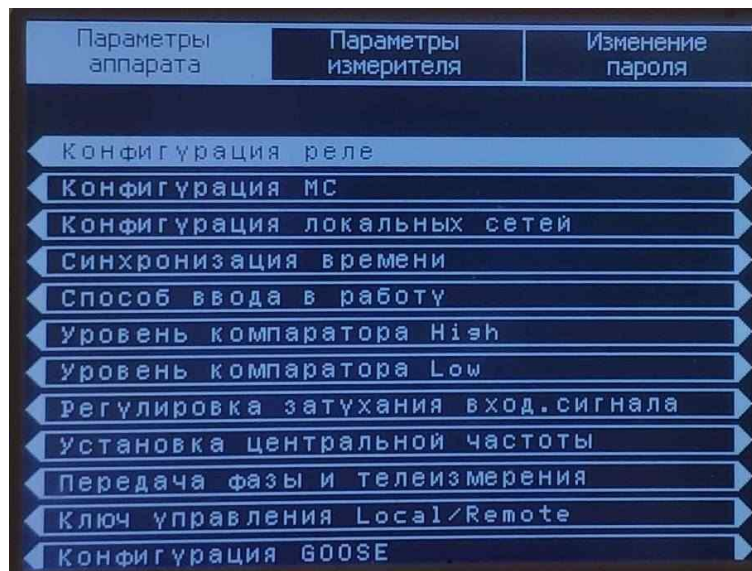

Рисунок 6 – Підрозділ « Параметри апарату»
**2.1. «Параметри апарата»** - підрозділ призначений для зміни або перегляду параметрів «ОРИОН» АПК RX (див. рисунок 6).